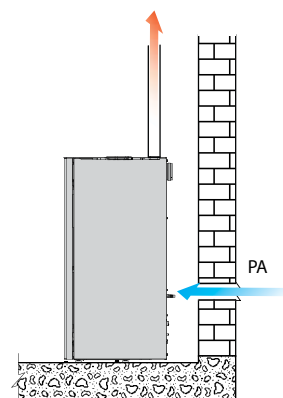

fig. 5.3
**La estufa durante su funcionamiento, consume aire del entorno donde se encuentra, este aire debe reponerse mediante a una toma de aire fuera de la habitación (fig. 5.3 - PA = Salida de aire).**